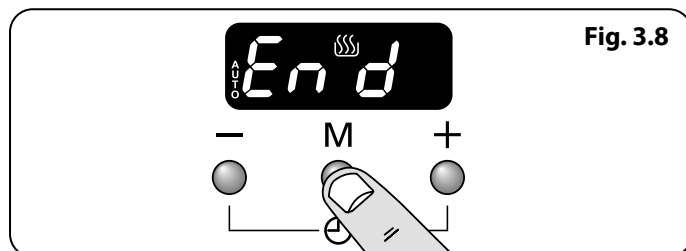
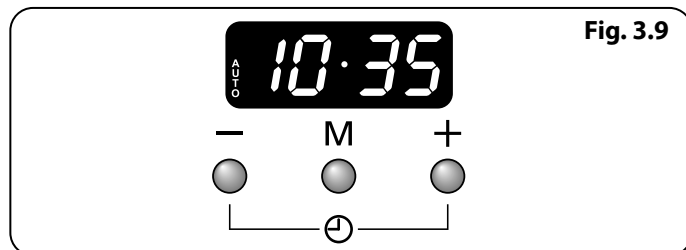

Fig. 3.8
Fig. 3.9
2. Appuyer sur le bouton mode [M] jusqu'à ce que l'écran clignote (Fin) (Fig. 3.8). Puis sélectionner l'« heure d'arrêt » à l'aide des boutons [+] ou [-]. L'heure s'affichera avec le mot « AUTO » (Fig. 3.9).